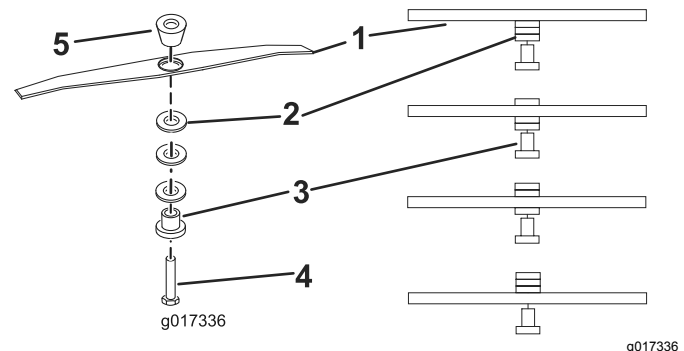

Figura 13
5. Coloque los espaciadores a la altura deseada y luego instale la unidad de corte, como se muestra en la Figura 13.